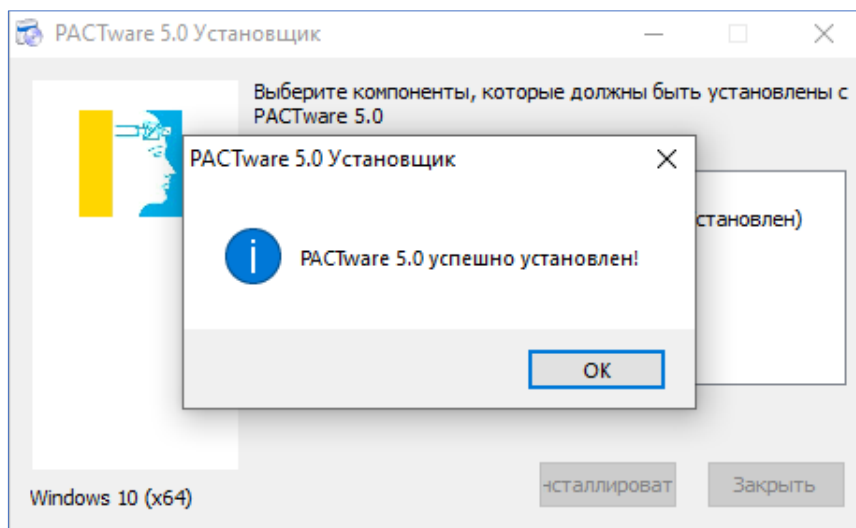

Рисунок 3 – Информационное окно об успешной установке
- по завершению установки *PACTware 5.0* и *ICS Generic HART...* на ПК, появится уведомление об успешной установке(Рисунок 3).